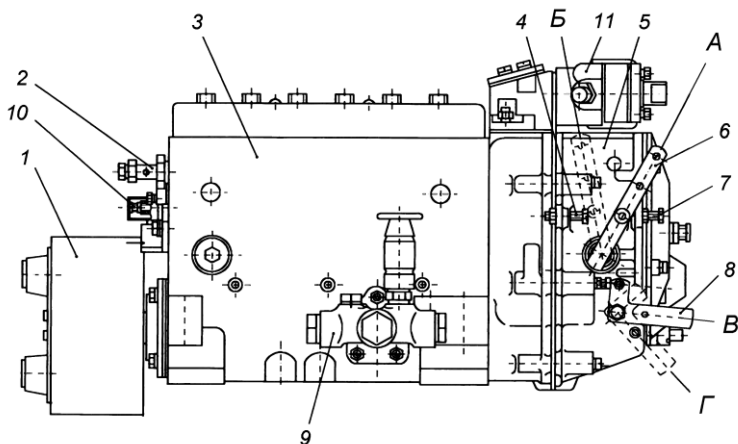
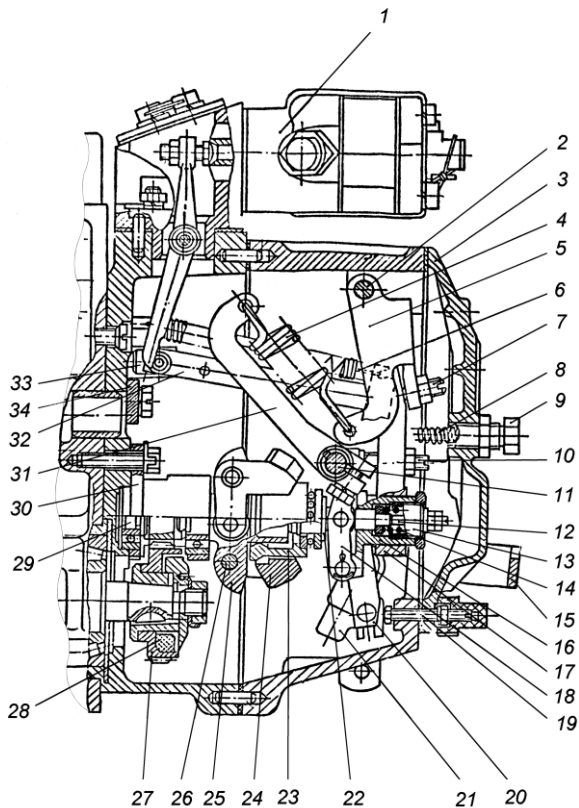
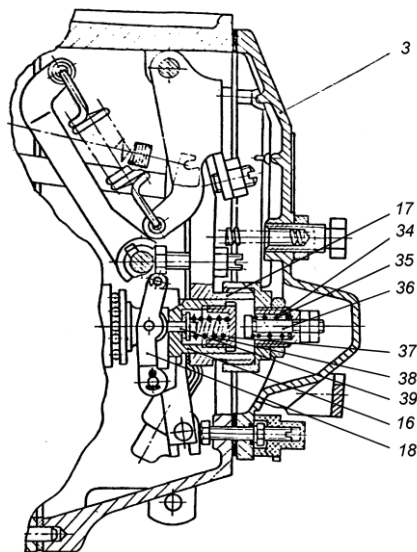

Рис. 25. Топливный насос высокого давления:
Рис. 26. Регулятор частоты вращения:
Рис. 27. Регулятор частоты вращения:
Топливный насос высокого давления в сборе с регулятором частоты вращения, топливоподкачивающим насосом и демпферной муфтой изображен на рис. 25.
Регулятор частоты вращения (рис. 26, 27) механический всережимный центробежного типа предназначен для поддержания заданного водителем скоростного режима работы двигателя путем автоматического изменения количества подаваемого топлива в зависимости от изменения нагрузки на двигатель.
Муфта 23 с упорной пятой 22 в сборе одним концом опирается на направляющую поверхность державки, а за второй конец подвешена на рычаге 18 корректора, закрепленном на втулке 16 рычага регулятора. Пята муфты грузов связана через узел отрицательного корректора с рычагом рейки 20 и через тягу 32 с рейкой топливного насоса. К верхней части рычага рейки присоединена пружина 6 рычага рейки, удерживающая рейку насоса в положении, соответствующем максимальной подаче, что обеспечивает увеличенную подачу топлива при пуске двигателя. В нижнюю часть рычага рейки запрессован палец, который входит в отверстие ползуна кулисы 21. Вал 11 рычага регулятора жестко связан с рычагом управления 6 (рис. 25) и рычагом пружины 31. Перемещение рычага управления регулятором ограничивается двумя болтами 4 и 7 (рис. 25). За рычаг пружины
31 (коротким зацепом) (рис. 26) и двуплечий рычаг 5 (длинным зацепом) зацеплена пружина регулятора 4, усилие которой передается с двуплечего рычага на рычаг регулятора через винт - 7 двуплечего рычага. В рычаг регулятора ввернут регулировочный болт 10, который упирается в вал рычага пружины и служит для регулировки номинальной подачи топлива. В нижней части рычаг регулятора снабжен боковой накладкой, удерживающей втулку 16 обратного корректора и упорную пятю 22 от проворота. Кроме того, хвостовик болта крепления боковой накладки, входя в боковой продольный паз втулки предохраняет ее от выпадания из расточки рычага. Упор 34, закрепленный на корпусе регулятора, не позволяет рычагу пружины 31 опасно приближаться к вращающейся державке грузов. В нижней части рычага регулятора расположены корректирующие устройства, предназначенные для формирования внешней скоростной характеристики ТНВД и крутящего момента двигателя. ТНВД 133-20 оснащен отрицательным корректором (рис. 26), а ТНВД 133-30 – комбинированным корректором (рис. 27). Для полного выключения подачи топлива служит механизм останова, состоящий из кулисы 21, скобы 15 и возвратной пружины. Во время работы кулиса прижата усилием возвратной пружины к регулировочному винту 19.
грузов 23 рычаг рейки 32 до упора втулки 16 (рис. 27) отрицательного корректора в положительный корректор 36. Далее, преодолевая сопротивление буферной пружины 8, грузы перемещают вправо всю систему рычагов и рейку ТНВД до установления цикловой подачи секции ТНВД, соответствующей минимальному скоростному режиму (режиму минимальной частоты вращения холостого хода).
Корректоры, установленные на рычаге 17 регулятора (рис. 26 и 27), обеспечивают изменение цикловой подачи в зависимости от частоты вращения коленчатого вала.
Положительный корректор 34, 35, 36 (рис. 27) обеспечивает постоянное увеличение подачи топлива при уменьшении частоты вращения коленчатого вала двигателя от номинальной до $1300+50 \text{ мин}^{-1}$ и тем самым обеспечивают тяговую характеристику двигателя в зоне максимального крутящего момента.
Отрицательный корректор ТНВД 133-30 (16, 18, 37, 38, 39 рис. 27), обеспечивает постепенное уменьшение цикловой подачи топлива при уменьшении частоты вращения коленчатого вала двигателя от 1300 мин^{-1} до 1000 мин^{-1} и тем самым обеспечивает бездымную работу двигателя.
Отрицательный корректор ТНВД 133-20 (12, 13, 14, 16, 18 рис. 26) обеспечивает постепенное уменьшение цикловой подачи топлива при уменьшении частоты вращения коленчатого вала двигателя от номинальной до 1000 мин^{-1} .
- 1 Минимальная частота вращения холостого хода регулируется болтом 7 (рис. 25) и корпусом буферной пружины 9 (рис. 26);
- 2 Максимальная частота вращения холостого хода (начало выброса рейки) регулируется болтом 4 (рис. 25).
- 3 Номинальная мощность (подача) регулируется болтом 10, подрегулируется винтом 19 (рис.26).
- 4 Максимальный крутящий момент (для ТНВД 133-30) подрегулируется корпусом пружины корректора 34 (рис. 27).
- 5 Предварительное натяжение пружины (разность оборотов конца и начала выброса рейки) регулируется винтом 7 (рис. 26).
для ТНВД 133-20 - гайкой корректора 12 (рис. 26);
для ТНВД 133-30 - шайбами между упором 39 и втулкой 16 корректора (рис. 27).
для ТНВД 133-20 - корпусом корректора 13 (рис. 26);
для ТНВД 133-30 - шайбами между пружиной 38 и пробкой 37 корректора (рис. 27).